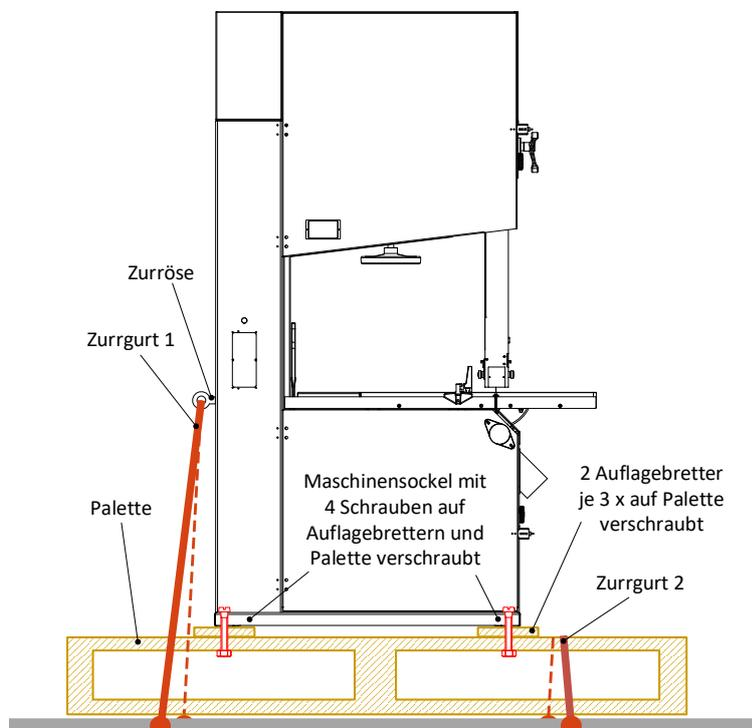

Abbildung 8: Bandsäge für Transport verzurren
- Hierzu befindet sich an der Maschinensäule (links) eine Zurröse für den Zurrgurt 1 (siehe ⇨ Abbildung 8). Mit Zurrgurt 2 wird die Palette direkt verzurt.